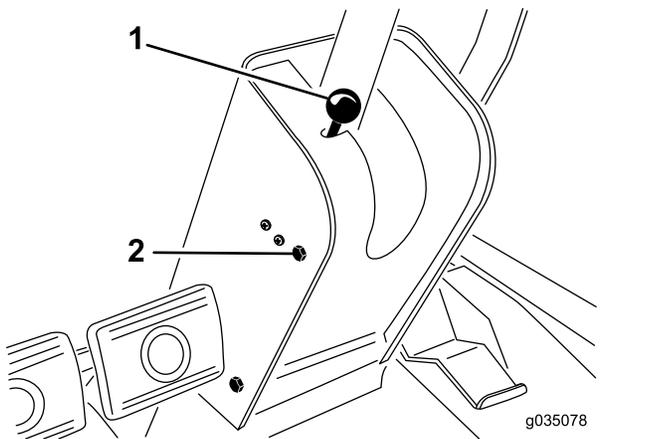

Figure 26
1. Retirez le pommeau de la tige du frein de stationnement et les vis du couvercle de la colonne de direction (Figure 26).